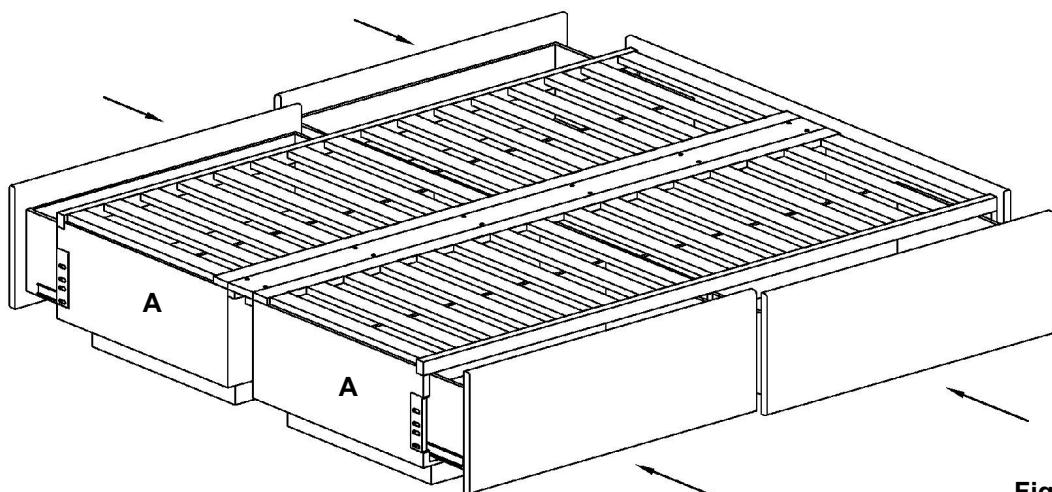

Fig. 10
33. Répéter l'étape 15 pour les autres tiroirs. Voir **Fig. 10**.